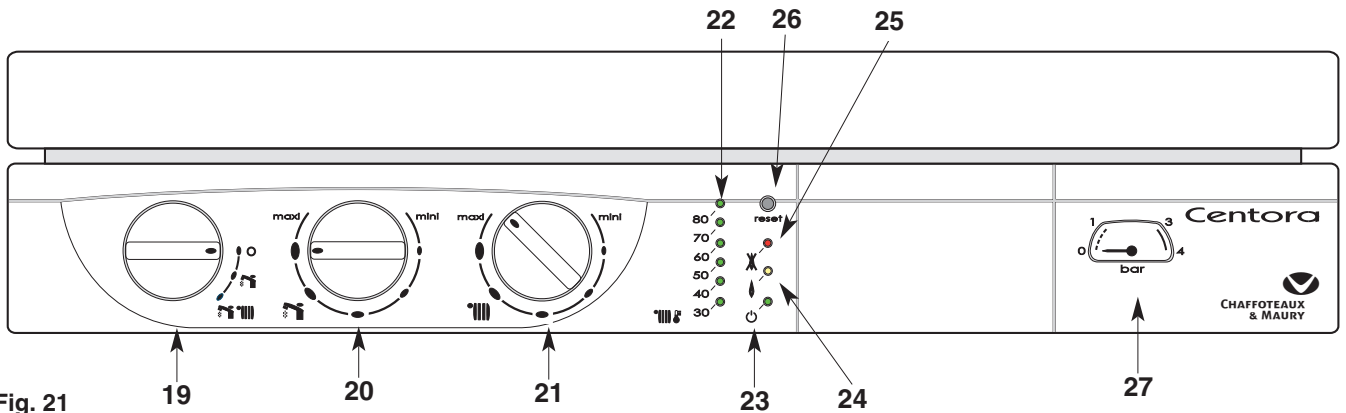

Fig. 21
Tableau de bord (fig. 21)
- Placez le commutateur **19** (fig. 21) en position «  » voyant vert **23** allumé ; le voyant orange **24** (fig. 21) s'allume chaque fois que le brûleur entre en fonction. Pendant un puisage sanitaire, la fonction chauffage est interrompue.
Le bouton de réglage du chauffage **21** «  » (fig. 21) donne la possibilité d'ajuster la température de l'eau du circuit de chauffage en fonction des besoins saisonniers.
L'indicateur **22** «  » (fig. 21) affiche cette température.
- Placez le commutateur **19** en position « **O** » le voyant vert **23** (fig. 21) reste allumé. La fonction hors gel de la chaudière reste active.
*Ne pas oublier de le rouvrir en début de saison de chauffage, lorsque l'on replace le commutateur **19** (fig. 21) en position «  ».*